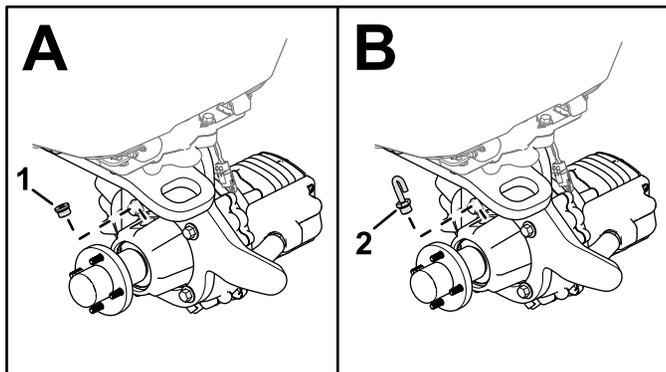

Рисунок 4
- Выверните заглушку из верхней части редуктора (вид А на Рисунок 4).
- Установите вентиляционный шланг и штуцер на редуктор (вид В на Рисунок 4).